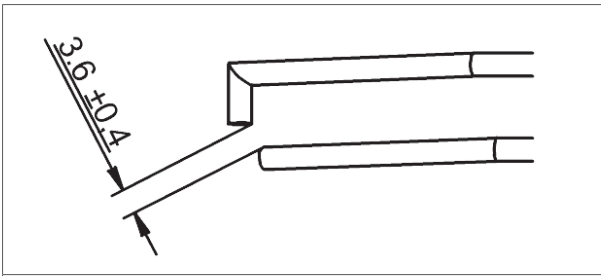

Figure 27 - Écart entre les deux électrodes
- b. L'écart entre les deux électrodes doit être égale à  $3,6 (\pm 0,4)$  mm (figure 27).